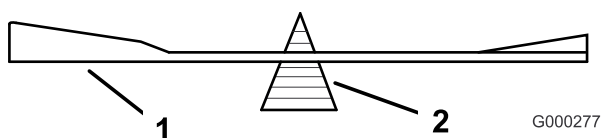
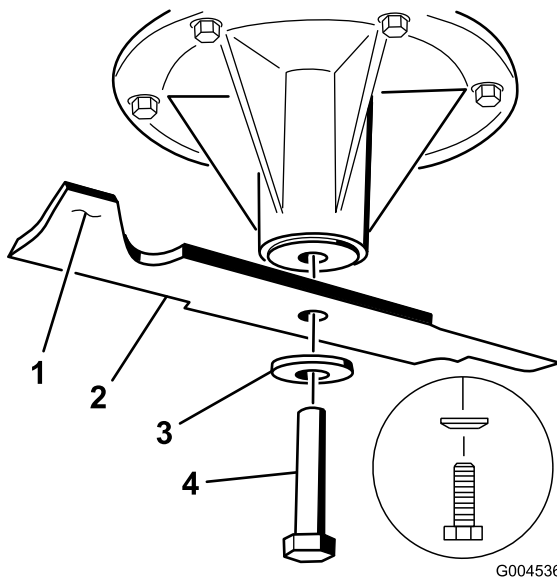

Figura 103
Figura 104
2. Verifique el equilibrio de la cuchilla colocándola sobre un equilibrador de cuchillas (Figura 103). Si la cuchilla se mantiene horizontal, está equilibrada y puede utilizarse. Si la cuchilla no está equilibrada, rebaje algo el metal en la parte de la vela solamente (Figura 104). Repita este procedimiento hasta que la cuchilla esté equilibrada.
1. Instale la cuchilla en el eje (Figura 104).
2. Instale la arandela de muelle y el perno de la cuchilla. El cono de la arandela de muelle debe estar orientado hacia la cabeza del perno (Figura 104). Apriete el perno de la cuchilla a 115–150 Nm (85–110 pies-libra).